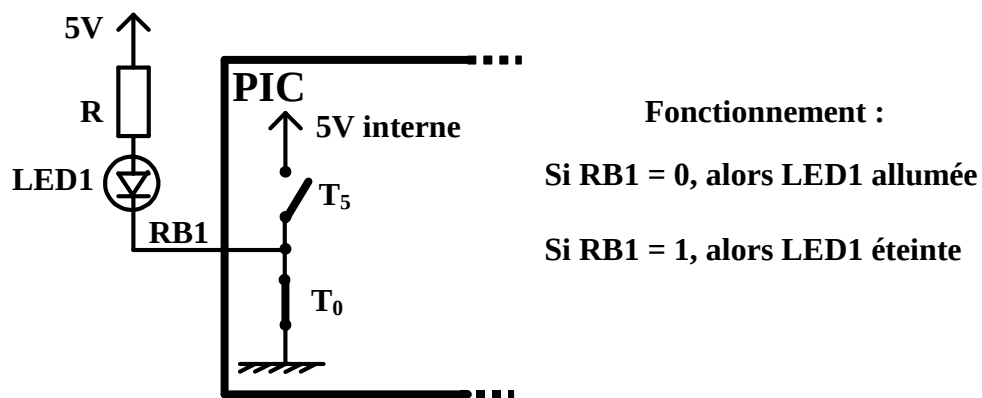

Figure VIII.6.
Cette méthode est donnée sur la figure VIII.6. avec la ligne **RB1** par exemple :
- **figure VIII.8. : cas où on veut agir sur une seule ligne du port** (cf. figure VIII.6.)
// cf. figure VIII.6. (sans modifier l'état des autres)